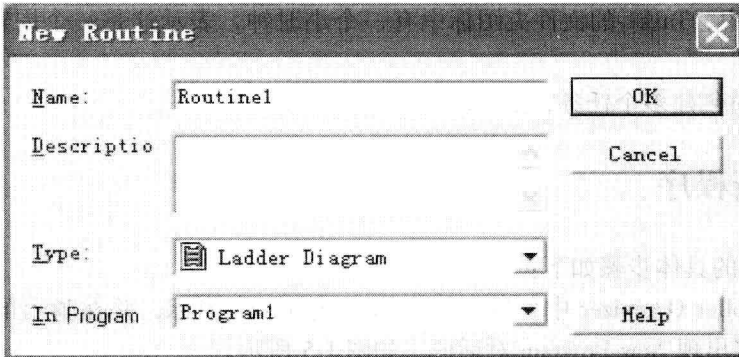

图 1-6 New Routine 对话框
1) 在 Controller Organizer 中, 用鼠标右键点击 Program1, 在弹出的选项框中选择 New Routine, 将出现 New Routine 对话框如图 1-6 所示。